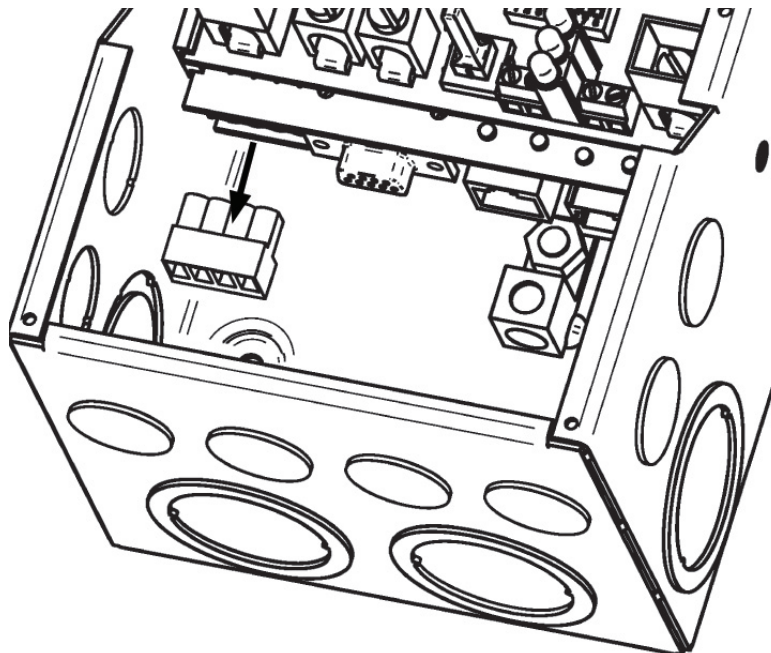

Figure 3-6. Retrait du connecteur enfichable RS-485
Vous devez retirer le connecteur EIA-485 à quatre (4) positions sur le TriStar MPPT afin d'avoir accès aux vis des bornes. Retirez le connecteur enfichable en maintenant fermement le corps du connecteur et en tirant le connecteur de la carte de circuit imprimé comme cela est indiqué sur la figure 3-6.